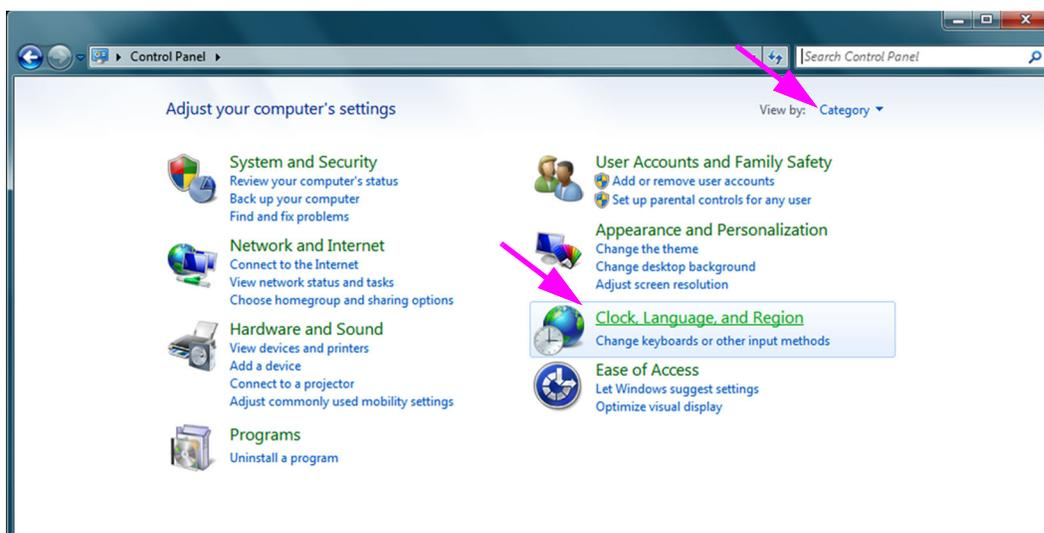

Figure C-1. Fenêtre Control Panel (Panneau de configuration)
3. Ouvrez le Control Panel (Panneau de configuration). Assurez-vous que View by (Afficher selon) : est défini sur **Category (Catégorie)** puis cliquez sur **Clock, Language, and Region (Horloge, langue et région)** (cf. Figure C-1).